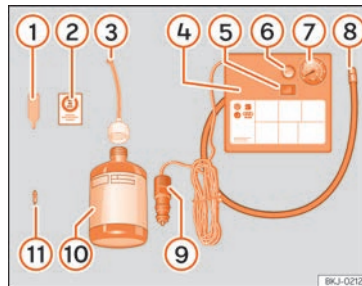

Abb. 67 Prinzipdarstellung: Bestandteile des Pannensets
- Ventilkappe und Ventileinsatz vom Reifenventil abschrauben. Verwenden Sie den Ventileinsatzdreher » Abb. 67 ① zum Heraus-schrauben des Ventileinsatzes. Legen Sie den Ventileinsatz auf einem sauberen Untergrund ab.
- Reifendichtmittelflasche kräftig schütteln » Abb. 67 ⑩.
- Schrauben Sie den Einfüllschlauch » Abb. 67 ③ auf die Dichtmittelflasche. Die »
- Verschlussstopfen vom Einfüllschlauch »» **Abb. 67** ③ entfernen und das offene Ende ganz auf das Reifenventil stecken.
- Ventileinsatz mit dem Ventileinsatzdreher »» **Abb. 67** ① wieder in das Reifenventil schrauben.
- Reifenfüllschlauch »» **Abb. 67** ⑧ des Luftkompressors fest auf das Reifenventil schrauben.
- Prüfen, ob die Luftablassschraube »» **Abb. 67** ⑥ zuge dreht ist.
- Stecker »» **Abb. 67** ⑨ in die 12 Volt-Steckdose des Fahrzeugs stecken »»  Seite 162.
- Luftkompressor mit dem EIN- und AUS-Schalter »» **Abb. 67** ⑤ einschalten.
- Kleben Sie den Aufkleber »» **Abb. 67** ② im Sichtfeld des Fahrers auf das Kombiinstrument.